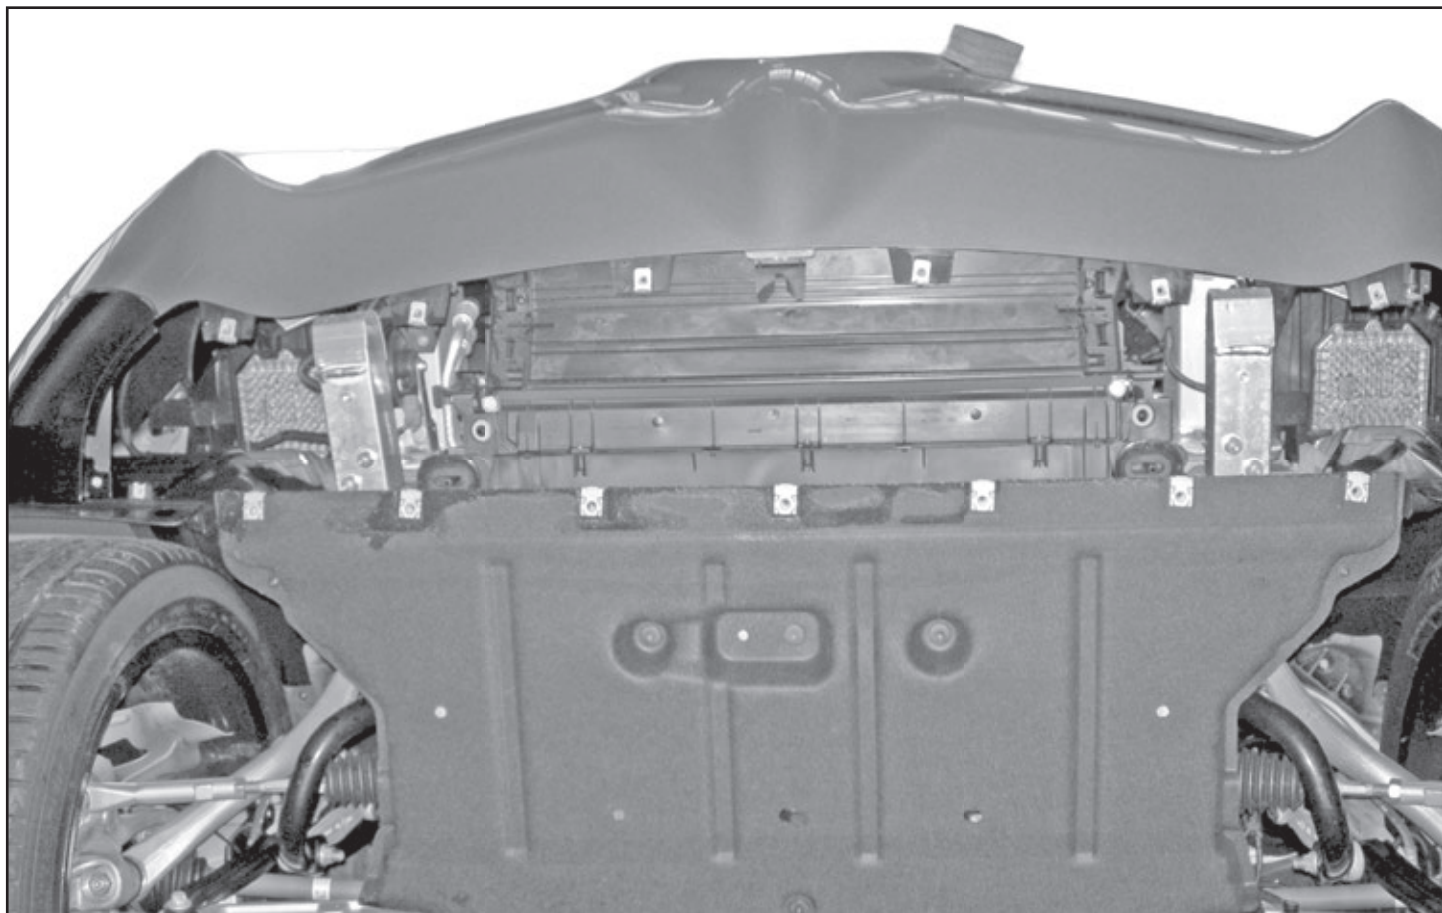

FIGURA 3
- **Nella figura 3** viene raffigurata l'operazione eseguita.